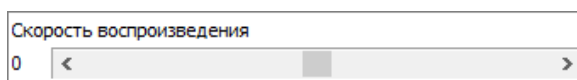

Рисунок 8-180 Выбор скорости воспроизведения голосового оповещения
- скорость воспроизведения голосового оповещения (см. Рисунок 8-180);